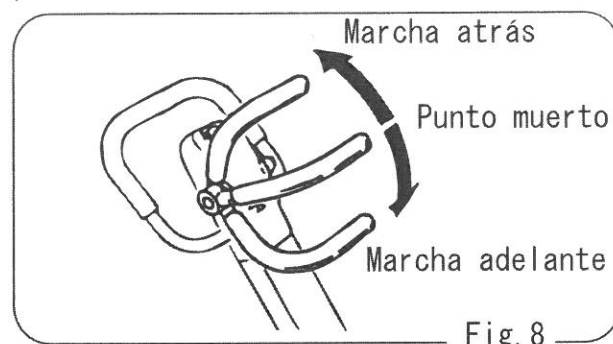

Fig. 8
2. Accione la palanca de recorrido para que el rodillo compresor vaya hacia delante o hacia atrás. Empuje la palanca hacia delante para recorrido hacia delante, tira de ella hacia atrás para la marcha atrás y colóquela en punto muerto para vibración en posición. (Fig.8)